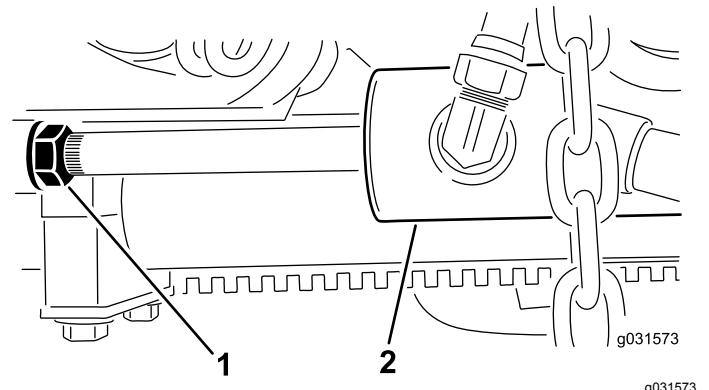

Рисунок 13
- B. Ослабьте затяжку контргайки на цилиндре (Рисунок 13).